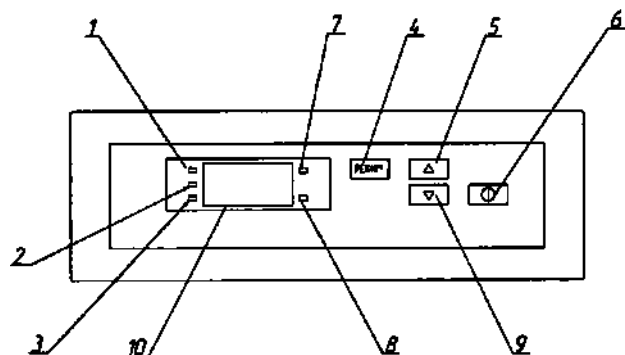
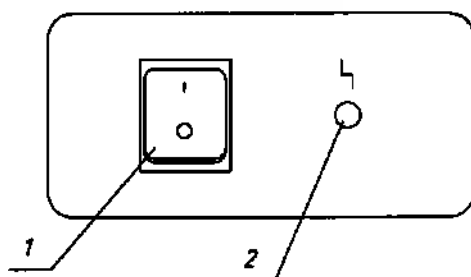

Рисунок 2. Блок управления.
Рисунок 3. Силовая панель.
Блок управления (рис. 2) предназначен для автоматического управления процессом термостатирования.
Силовая панель (рис. 3) предназначена для включения и выключения термостата выключателем (поз. 1) и индикации аварийного перегрева индикатором (поз. 2).
Установить выключатель (поз. 1, рис. 3) в положение "I". На блоке управления загорится индикатор (поз. 7, рис. 2), информационное табло (поз. 10, рис. 2) отображает текущую температуру в камере.
Для выбора режима нажать на поле "РЕЖИМ" (поз. 4, рис. 2) и выбрать нужный, путем нажатия на одно из полей "Δ", "▽" (поз. 5, 9, рис. 2).
Для запуска выбранного режима, кратковременно (не более 2 сек), нажать на поле "Ⓢ" (поз. 6, рис. 2). Термостат перейдет в фазу «НАГРЕВ», начнет мигать индикатор "НАГРЕВ"/"ВЫДЕРЖКА" (поз. 1, рис. 2). Информационное табло индицирует изменение температуры в камере. Происходит нагрев до установленного значения температуры.
В фазе «ОХЛАЖДЕНИЕ» индикатор продолжает показывать изменение температуры в камере и горит индикатор "ОХЛАЖДЕНИЕ" (поз. 2, рис. 2). Температура в камере падает. При понижении температуры до 75 °C гаснет индикатор "ОХЛАЖДЕНИЕ", загорается индикатор "ВЫГРУЗКА" (поз. 3, рис. 2) и звучит прерывистый звуковой сигнал, который выключается через 1 минуту.
Если запущен режим с учетом времени, то индикатор в течение установленного времени выдержки будет попеременно отображать прошедшее время выдержки и текущую температуру в камере. Затем происходит выдержка при заданной температуре, по истечении которой термостат переходит в фазу «ВЫГРУЗКА» (поз. 3, рис. 2). Звучит прерывистый звуковой сигнал, который выключается через 1 минуту. Отработка запущенного режима завершена.
Если аварийную ситуацию не устранить вовремя, то при росте температуры (>85 °C), сработает реле температуры, которое отключит напряжение от силовой части термостата и нагрев прекратится. При этом загорится индикатор аварийного выключения термостата (поз. 2, рис. 3). Повторно включить термостат можно только после устранения неисправности и охлаждения температуры в камере до температуры окружающей среды.
2.3.2 Установить выключатель (поз. 1, рис. 3) в положение "I". На блоке управления загорится индикатор (поз. 7, рис. 2), информационное табло (поз. 10, рис. 2) показывает текущую температуру в камере.
2.3.3 В алгоритм работы термостатов, заложена возможность автоматического запуска прерванного (в результате кратковременного пропадания питающего напряжения) цикла. Если после включения произошел автоматический запуск цикла, то для его остановки необходимо нажать на поле "ⓘ" (поз. 6, рис. 2) и удерживать его в течение 3 секунд.
2.3.4 Для выбора режима, необходимо нажать на поле "РЕЖИМ" (поз. 4, рис. 2) (на информационном табло попеременно отображаются установленная температура и время выдержки) и выбрать требуемый, путем нажатия на одно из полей "Δ" или "∇" (поз. 5, 9, рис. 2). Для выбора доступны два предустановленных заводом-изготовителем режима работы (таблица 1). Запуск цикла осуществляется коротким (не более 2 сек) нажатием поля "ⓘ".
2.3.5 Термостат запоминает в энергонезависимой памяти последний запущенный режим. Для его повторного запуска можно сразу нажать на поле "ⓘ" (поз. 6, рис. 2), не производя выбор вновь.
После перехода в состояние редактирования режима, начнет мигать индикатор температуры (поз. 7, рис. 2). Нажатием на поля «Δ» и «∇» установите нужное значение температуры.
После установки требуемой температуры, для перехода к заданию времени выдержки, необходимо удерживать нажатым поле «РЕЖИМ» в течение 3-х секунд. Начнет мигать индикатор времени (поз. 8, рис. 2). Нажатием на поля «Δ» и «∇» установите нужное значение времени выдержки.
2.3.7 При запуске режима, термостат переходит в фазу «НАГРЕВ», начнет мигать индикатор "НАГРЕВ"/"ВЫДЕРЖКА" (поз. 1, рис. 2). Информационное табло индицирует изменение температуры в камере. Происходит нагрев до установленного значения температуры.
2.3.8 При достижении заданной температуры, термостат переходит в фазу «ВЫДЕРЖКА». Включается светодиодный индикатор "ВЫДЕРЖКА" (поз. 1, рис. 2), информационное табло попеременно индицирует время выдержки и текущую температуру в камере. Происходит выдержка при заданной температуре, по истечении которой термостат переходит в фазу «ОХЛАЖДЕНИЕ».